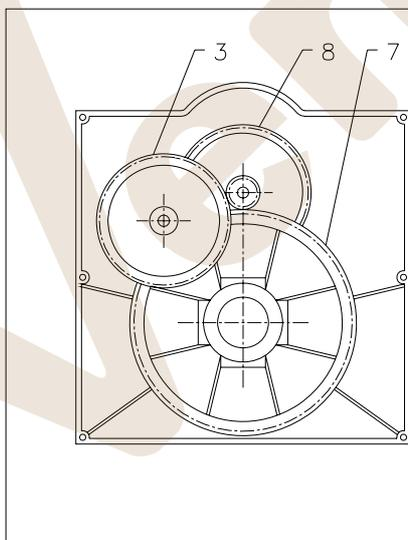
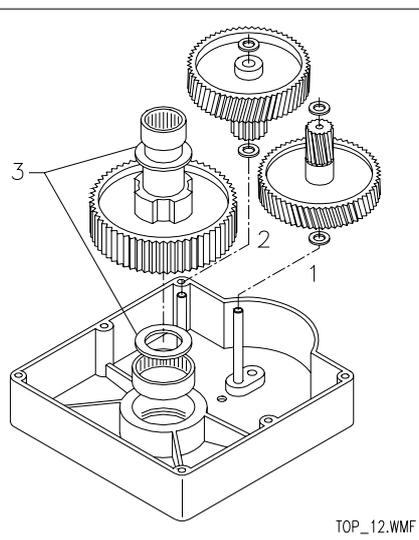

FIG. 16
FIG. 17
<p>1) Insertar las arandelas de espesor en las posiciones 1-2-3 (fig.17). 2) Insertar el engrane con dientes helicoidales fig.16 ref. 8 Z=87 reforzado, teniendo presente que el piñón debe estar dirigido hacia arriba. 3) Insertar en el orificio el árbol con engrane de dientes rectos fig.16 ref. 7 Z=54. 4) Insertar en el árbol lateral el engrane con dientes helicoidales fig.16 ref. 3 Z=46, teniendo presente que el piñón de dientes rectos debe estar dirigido hacia abajo.</p>